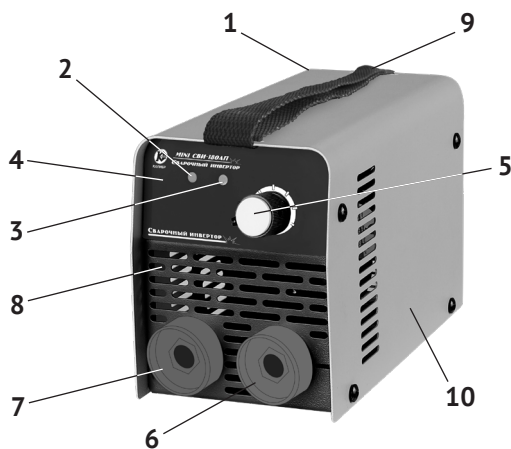

рис. 1
4.1 Общий вид инвертора представлен на рис. 1:
Основные узлы инвертора (трансформаторы, радиаторы, платы управления, биполярные транзисторы, конденсаторы и др.) размещены на плате, закреплённой на металлическом основании. К основанию крепятся передняя (рис.1 поз.4) и задняя панели. Металлический корпус (рис.1 поз.10) крепится к основанию и панелям инвертора. Охлаждение прибора обеспечивают три радиатора и вентилятор, расположенный на задней панели. Выключатель (рис.1 поз.1, расположен на задней панели) имеет два фиксированных положения: «I» - включено, «O» - выключено (стандарт МЭК 60417). Ручкой потенциометра (рис.1 поз.5) регулируется ток сварки, в зависимости от диаметра электрода и свариваемого материала.
6.4.1 Сварочный кабель с электрододержателем подключается к клемме «плюс» (рис.1 поз.7), за исключением случая использования кислотных электродов. В любом случае, сначала ознакомьтесь с инструкцией на упаковке электродов.
6.4.2 Кабель массы подключается к клемме «минус» (рис.1 поз.6) и крепится к рабочей поверхности, как можно ближе к месту сварки.
7.1 В большинстве случаев электрод подключается к клемме «плюс» (рис.1 поз.7), однако есть некоторые виды электродов, подключаемых к клемме «ми-
нус» (рис.1 поз.6), поэтому подключать сварочные кабели следует в соответствии с полярностью аппарата «+» и «-» и типом электродов.
7.4 Ток сварки регулируется с помощью ручки потенциометра (рис.1 поз.5).